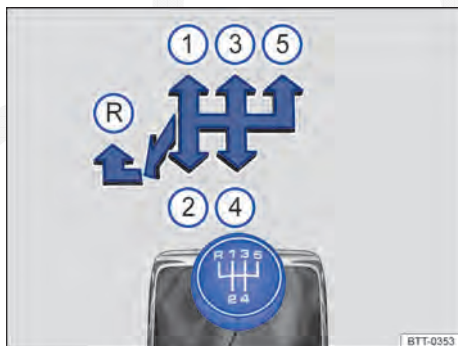

Fig. 84 Esquema de troca de marchas da transmissão manual de 5 marchas.
As posições de cada marcha estão representadas na alavanca de troca de marcha → Fig. 84.
- Empurrar a alavanca de troca de marcha totalmente para a esquerda e depois para frente até a posição da marcha a ré → Fig. 84 📌.